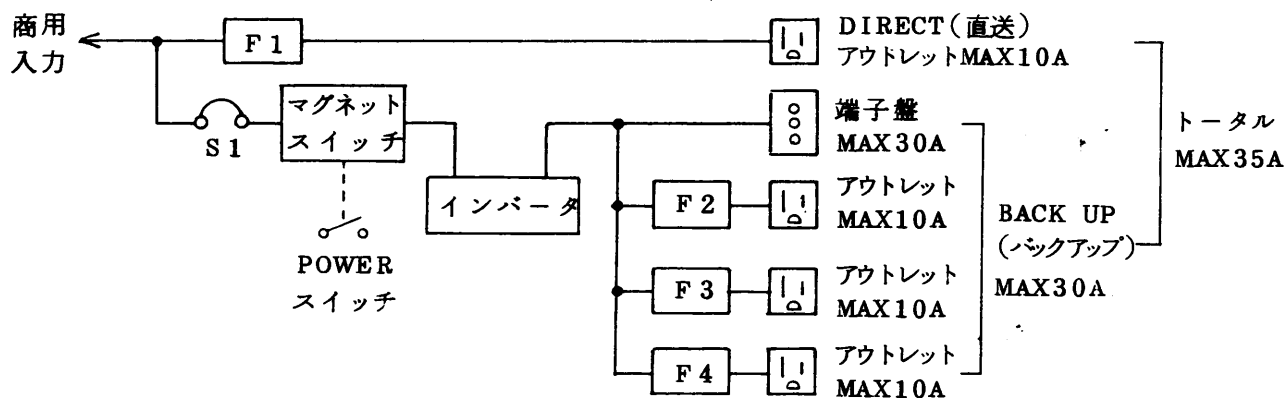

図 2 - 4 - 4
- 本機の出力は前述の様に 2 系統あり、BACK UP (バックアップ用) と DIRECT (直送出力用) があります。ヒューズについてもこれに対応して 2 系統内蔵してあります。(図 2 - 4 - 4 参照)